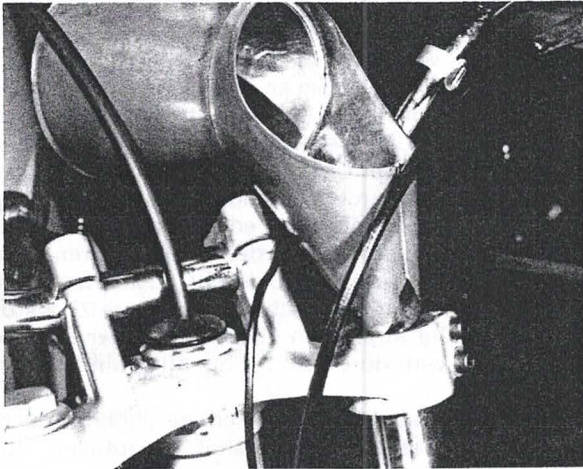

Bild 155
- In jedes Gabelrohr ist die richtige Ölmenge mit der vorgeschriebenen Viskosität einzufüllen (Bild 155):